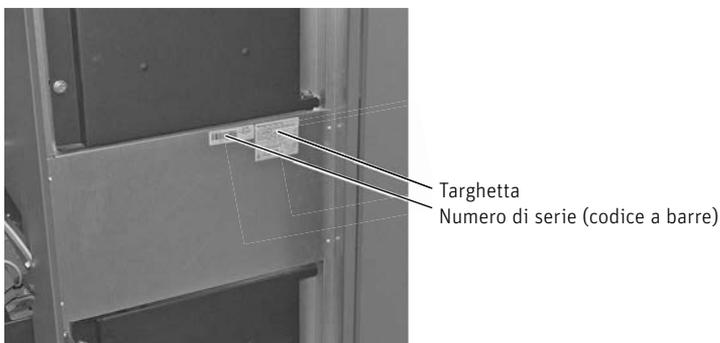

Fig. 95 Applicare targhetta e numero di serie (codice a barre)
- Applicare la targhetta allegata e il numero di serie (codice a barre) all'interno sulla copertura centrale anteriore – Fig. 95.